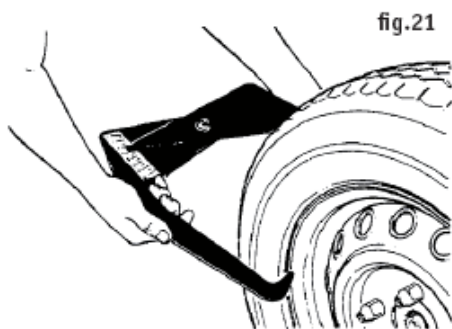

fig.21
- ширина диска обычно бывает написана на самом диске или может быть измерена с помощью измерителем ширины, который входит в стандартную комплектацию стенда (рис. 21);